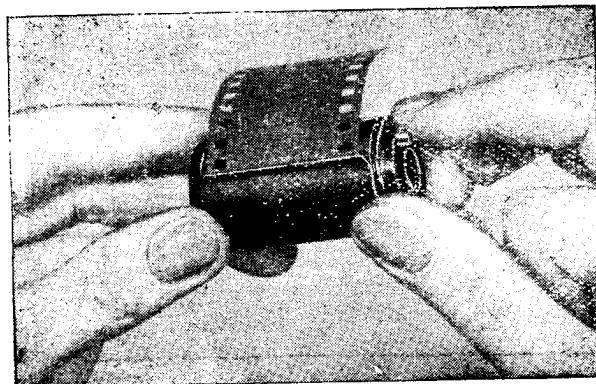

Рис. 12.
6. Поворотом внутреннего цилиндра против часовой стрелки (держка кассету головкой вправо) закрыть кассету, поворачивая донышко до защелкивания замка кассеты (рис. 12).